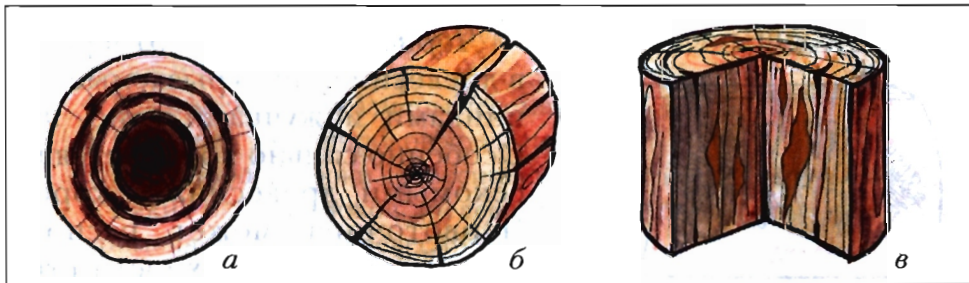

**Рис. 96.** Пороки древесины по расположению волокон: *а* – сучки, *б* – косослой, *в* – свилеватость, *г* – двойная сердцевина
*Сучки* есть у всех деревьев. Это наиболее распространённый порок древесины (рис. 96, *а*). Сучки являются основанием сучьев в древесине ствола дерева. Они всегда темнее и прочнее древесины ствола, имеют вокруг себя кривые волокна. Отмершие сучки могут выпадать из древесины, быть гнилыми.
*Косослой* (рис. 96, *б*) представляет собой винтообразное расположение волокон. При высушивании косослойной древесины происходит её коробление (искривление). Резать косослойную древесину трудно, так как она даёт сколы по направлению волокон.
*Свилеватость* (рис. 96, *в*) — это волнистое расположение волокон, наблюдаемое в основном в комлевой части дерева,
*Двойная сердцевина* (рис. 96, *г*) выявляется на поперечном распиле ствола в месте его раздвоения. Годичные кольца в этом месте имеют овальную форму. Между двумя сердцевинами древесина рыхлая, часто с вросшей корой.